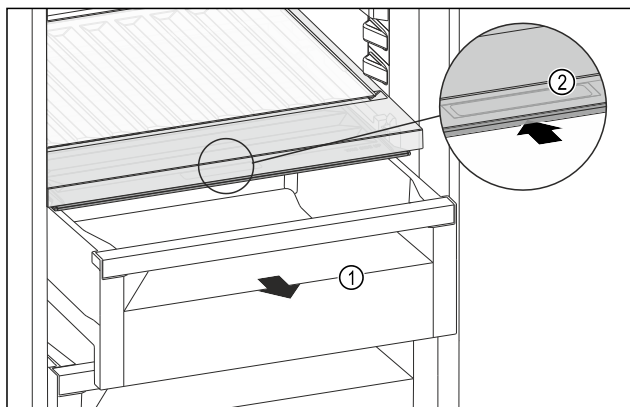

Fig. 104
- Извлеките выдвижной ящик Fig. 104 (1).
- Возьмитесь за утопленную ручку Fig. 104 (2) на крышке отделения и одновременно введите крышку отделения назад.